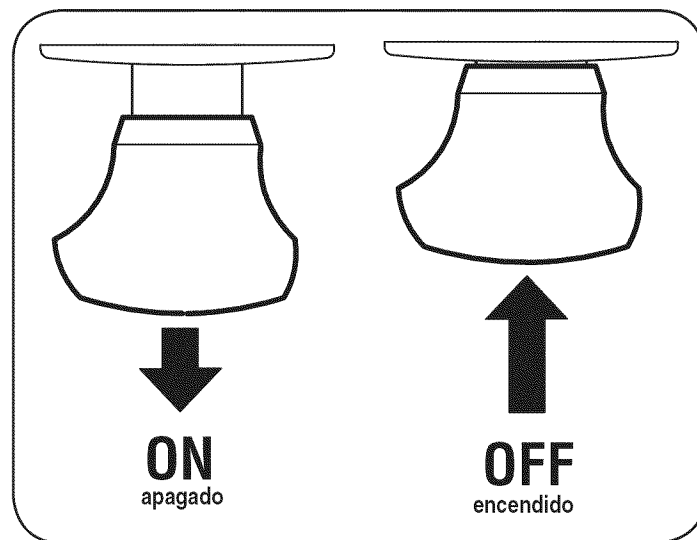

Figura 9
2. Empuje hacia adelante la perilla de PTO (enganche de cuchilla) hasta la posición ON (encendido). Vea la Figura 9.